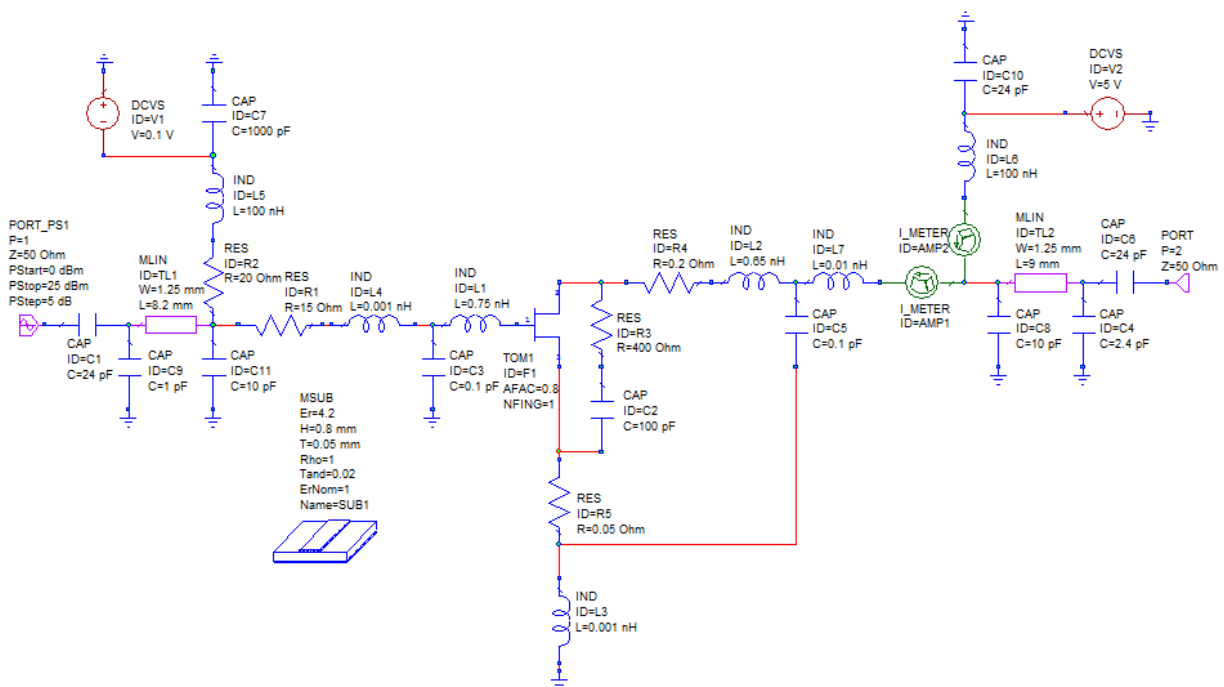

Рис. 5.6. Схема для анализа усилителя мощности
5.1.7. Добавить в схему подложку «MSUB», на которой эта схема реализована, и указать ее свойства в соответствии с п. 4. Итоговая схема для анализа приведена на рис. 5.6.